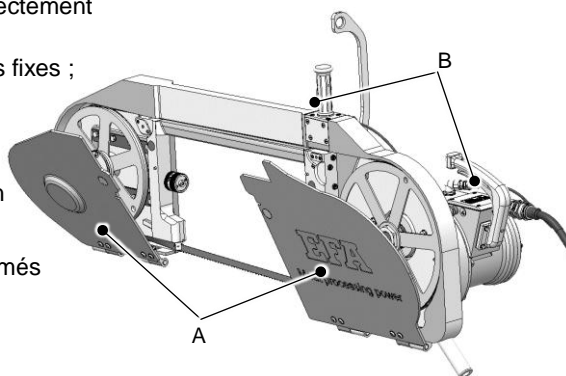

Fig. 6.1 – Allumage de la scie à ruban (bi-manuel)
**EFA SB 295 E et EFA SB 327 E – voir fig. 6.1 –**